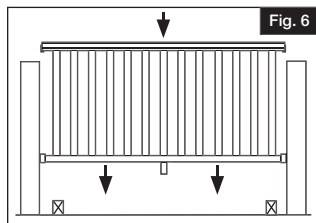

Fig. 6
Attach each 2" top rail bracket with four #10 x 2" square drive screws (Fig. 6). Attach each bottom rail bracket with four #10 x 1½" screws.
Deslice el travesaño entre los postes y encima de los bloques espaciadores temporales de madera (coloque los bloques junto a los postes de vinilo instalados) (Fig. 6).
Deslice los soportes angulares sobre los travesaños (Fig. 6),
- Marque cuatro ubicaciones para los orificios de los tornillos en cada soporte. Coloque el tramo de barandal por un lado y, a continuación, taladre agujeros de $\frac{1}{8}$ " de diámetro en cada marca (Fig. 6).
Fije cada soporte de travesaño superior de 2" con cuatro tornillos cuadrados #10 de 2" (Fig. 6). Fije cada soporte de travesaño inferior con cuatro tornillos #10 de 1½".